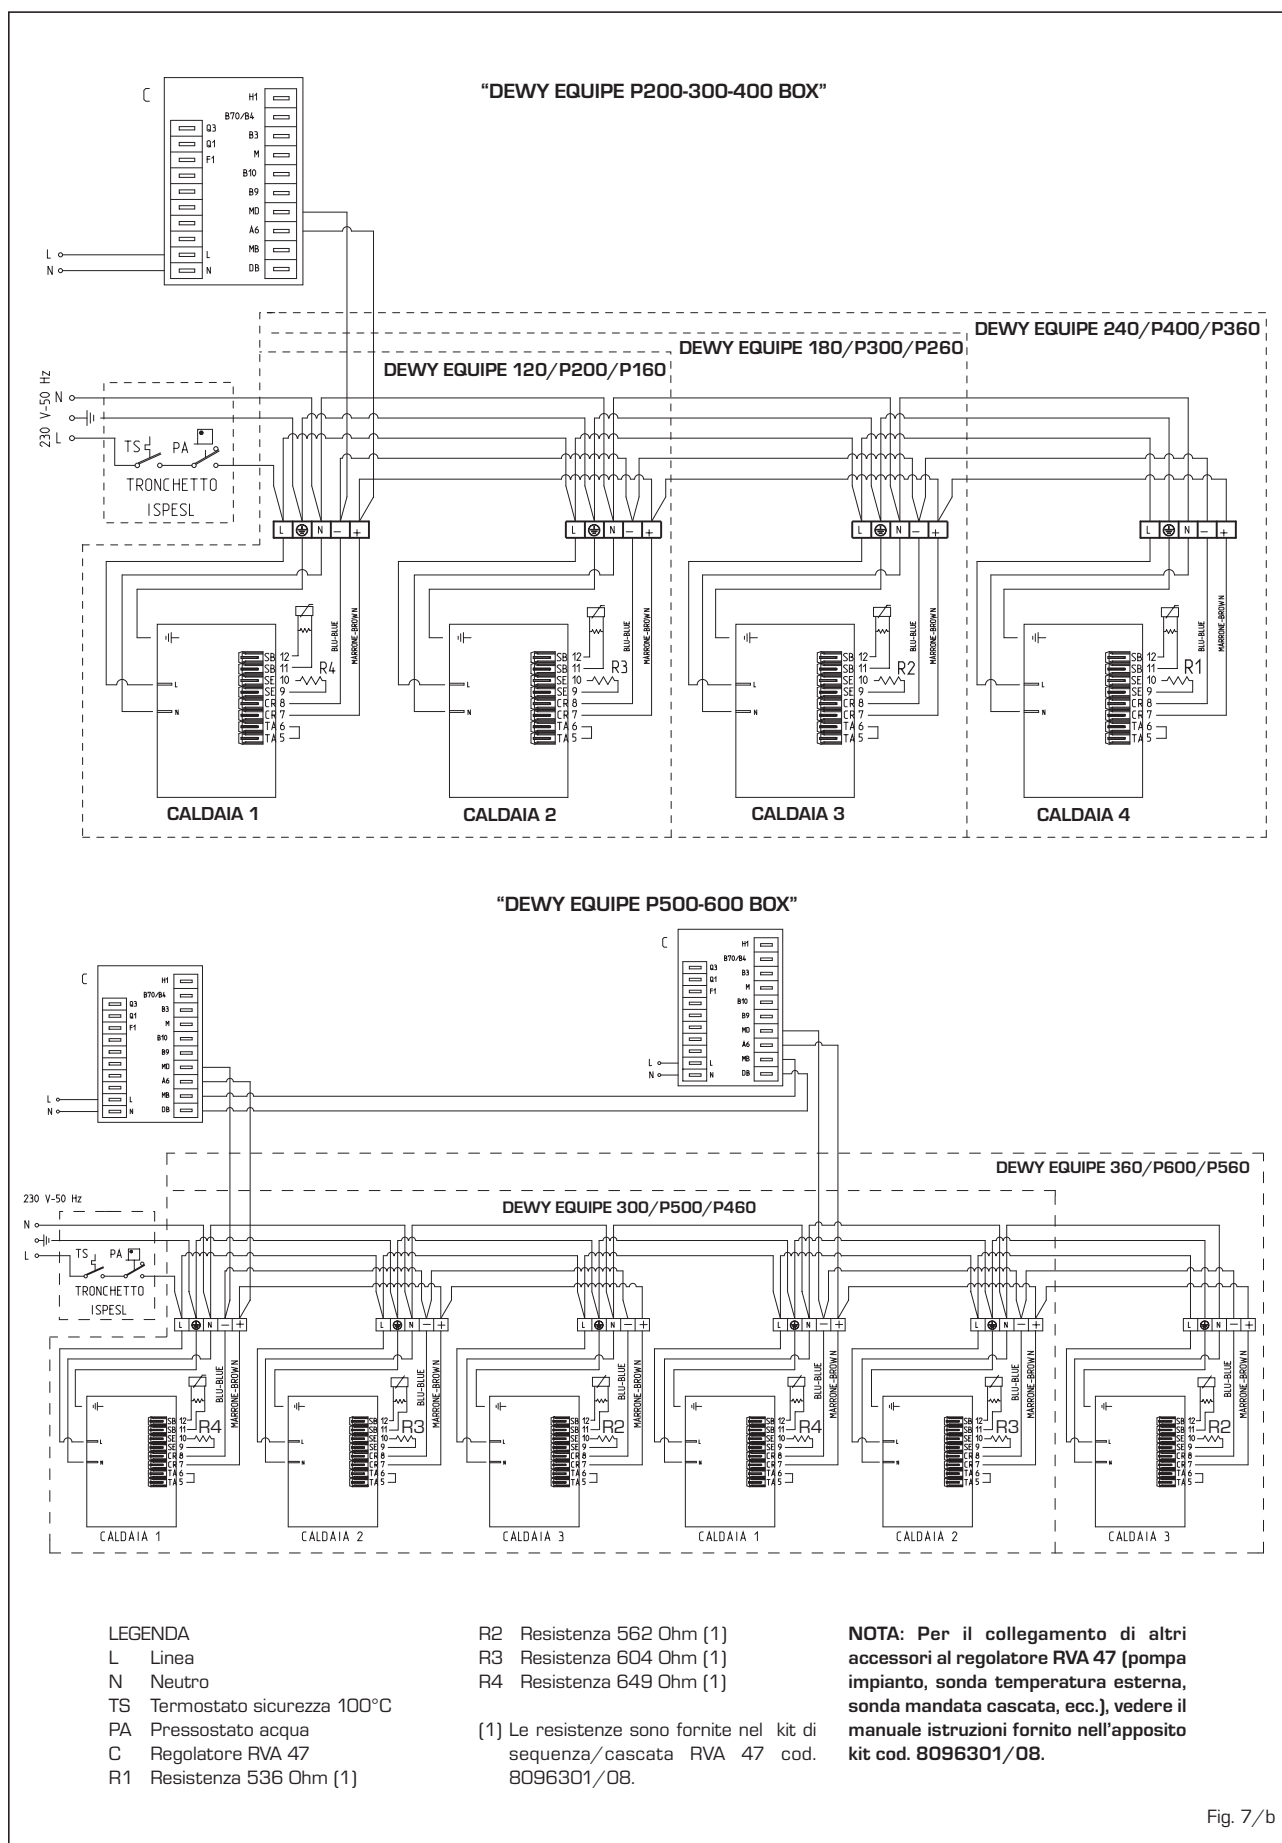

Fig. 7/b
Il kit cod. 8101524 da richiedere a parte per i moduli **"DEWY EQUIPE P100-200-300-400 BOX"** è formato dai seguenti componenti (fig. 7):
Il kit cod. 8101525 da richiedere a parte per i moduli **"DEWY EQUIPE P500-600 BOX"** è formato dai seguenti componenti (fig. 7/a):
2.8.1 Collegamento elettrico dei moduli in sequenza/cascata e kit sicurezze ISPEL (fig. 7/b)
Effettuare il collegamento elettrico alla scatola di derivazione come indicato dallo schema di fig. 7/b.
Togliere le due viti superiori della scatola di derivazione, fornita con il box, ed inclinare verso il basso la copertura della scatola. Togliere il copriforo nero ed inserire il regolatore RVA 47. Collegare elettricamente il regolatore RVA 47 come indicato dallo schema riportato in fig. 7/b. Completato il collegamento richiudere la copertura della scatola.